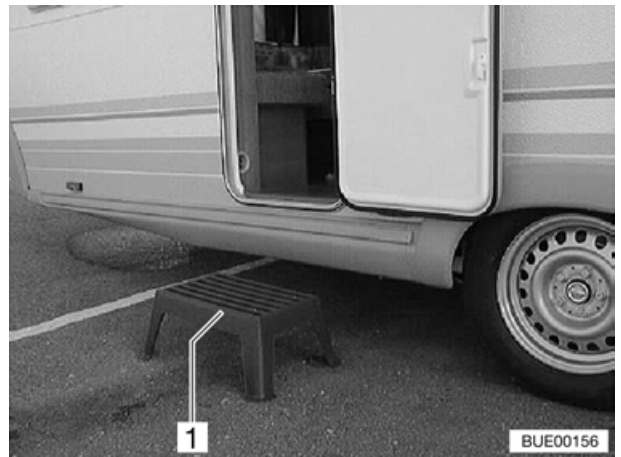

Bild 8 Eintrittstufe
- ▶ Darauf achten, dass die Eintrittstufe (Bild 8,1) auf festem und ebenem Boden steht. So wird ein Umkippen der Eintrittstufe vermieden.
- Die Eintrittstufe (Bild 8,1) vor den Eingang des Caravans stellen.